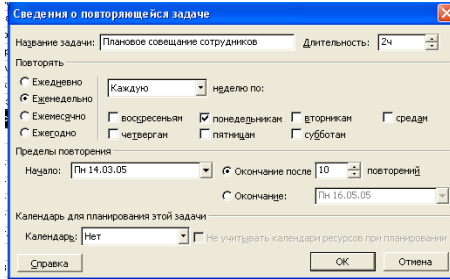

Рис. 133. Диалогове вікно *Сведения о повторяющейся задаче*
3.10.3. У меню *Вставка/Повторяющаяся задача*. З'явиться вікно *Сведения о повторяющейся задаче* (рис. 133).